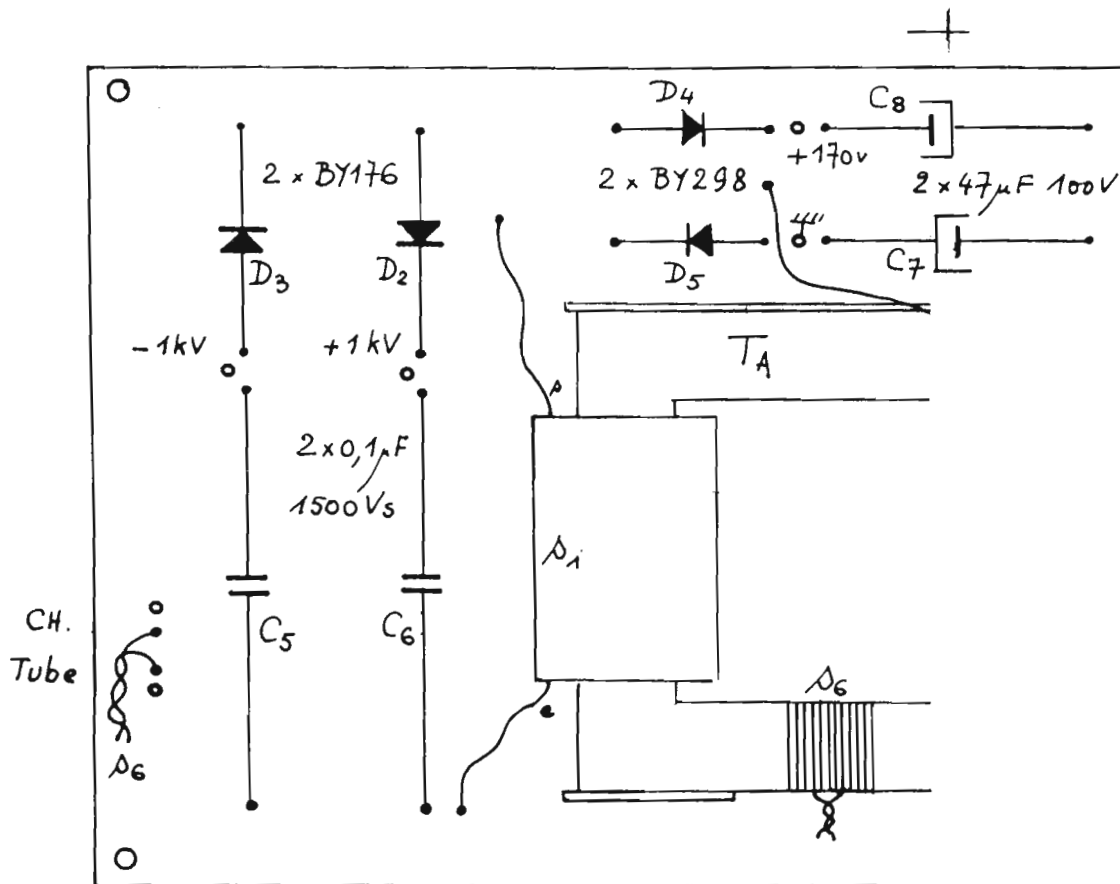

Fig. 4. - Implantation des composants.
tos et la figure 4, il faut réaliser deux bobines. Toutes deux sur du tube PVC de canalisations électriques (référence IRO 11). Ce tube doit présenter un alésage de 16 mm, mais cela dépend un peu du fabricant (Arnould, pour les protos). Couper deux morceaux de 40 mm, ce qui s'avère un peu trop long. Faire alors, aux extrémités, deux entailles en arc de cercle, épousant la forme des ferrites et permettant un encastrage plus profond des tubes, en interdisant toute rotation par ailleurs. Installer chaque tube sur la bobineuse, laquelle peut être très rudi-
- s_2 : 245 spires de 35/100 émaillé, en 4 couches isolées. Entrée et sortie, selon figure 4. Isoler.
- La figure 4 vous permet alors d'implanter toutes les pièces. Attention au sens des chimiques, des diodes, des BD135. Pour le reste, pas grand-chose à signaler (cathode des BY176, extrémité chanfreinée).